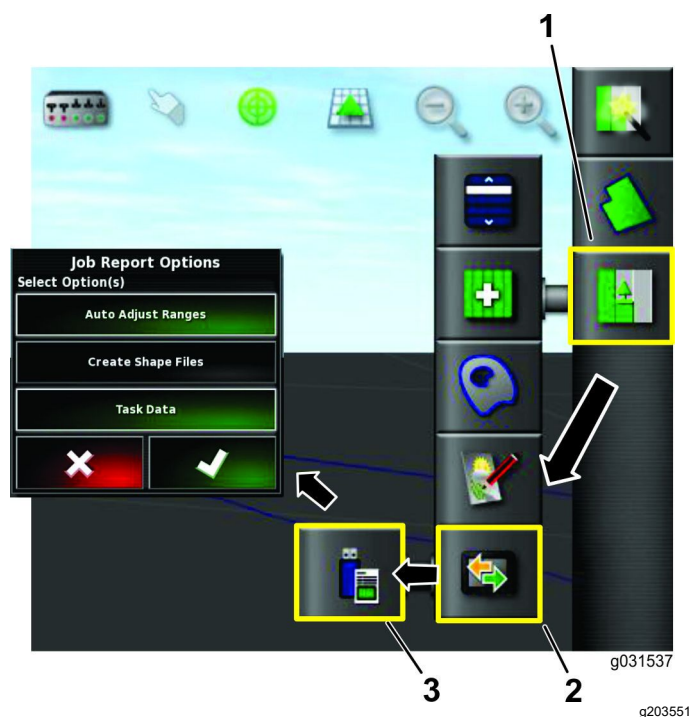

Figura 32
3. Pulse el icono Menú de trabajos (Figura 32).
4. Pulse el icono INTERCAMBIO DE DATOS (Figura 32).
5. Pulse el icono EXPORTAR INFORME DE TRABAJO A USB (Figura 32).